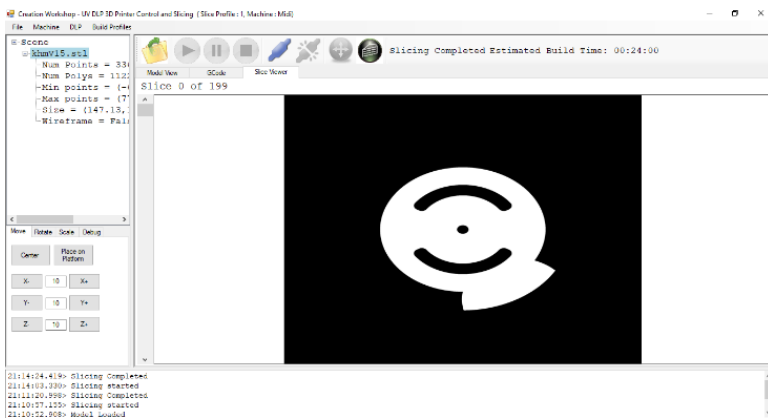

Рис. 6.3. Моделирование технологического процесса
3. Генерирование программы и послойная проверка операций печати (рис. 6.3).